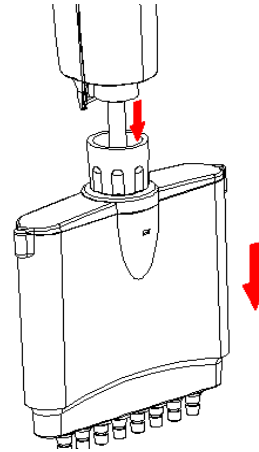

Abb.12: Ziehen Sie den unteren Teil langsam nach unten bis die Verriegelung erscheint.
3. Ziehen Sie den unteren Teil langsam nach unten bis die Zylinderverriegelung, wie in Abb. 12 gezeigt, erscheint.